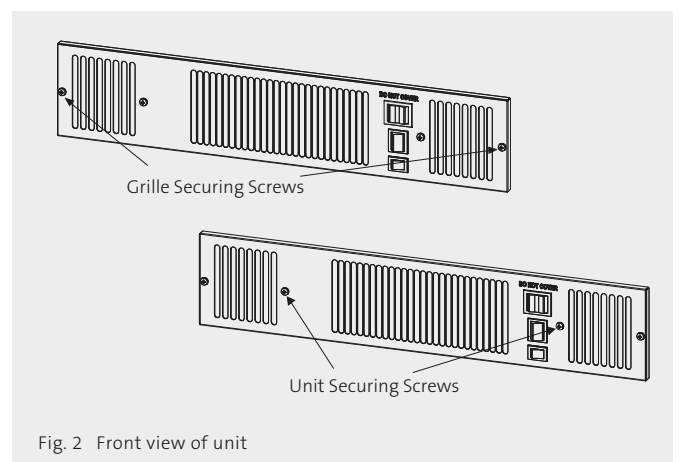

Fig. 2 Front view of unit
- Rikta in gallret och skruva fast det på enheten med de två medföljande skruvarna (de kortare skruvarna). (Se bild 2).
- Skruva fast enheten/gallret i sockeln med de två skruvarna (de längre skruvarna). (Se bild 2).